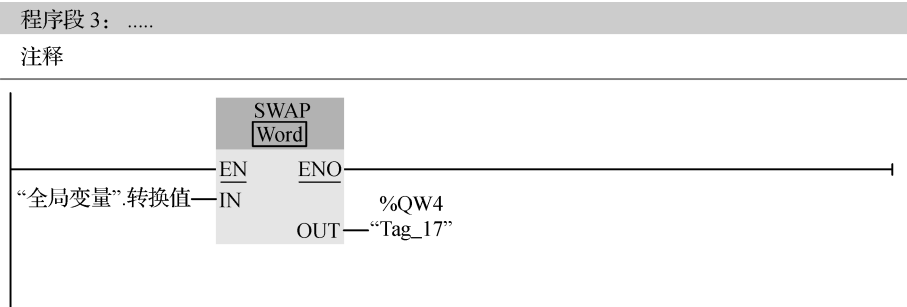

图 3-5 程序段 3
(3) 程序段 3: 转换值转换之后, 将数值输送到连接天塔之光的输入/输出端, 如图 3-5 所示。